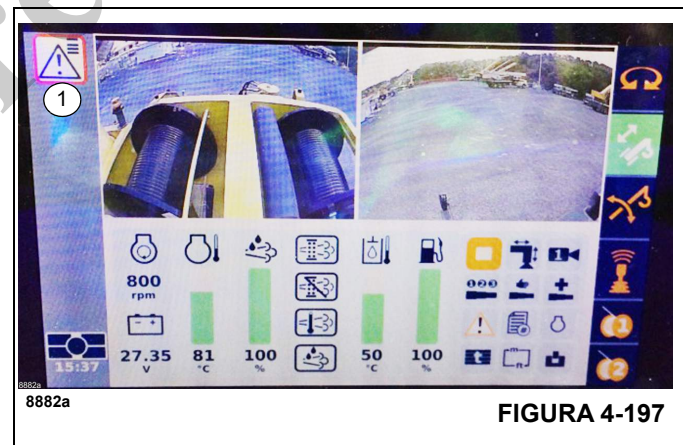

FIGURA 4-197
Cuando el sistema de control de la grúa (CCS) detecta un fallo, la zona de visualización (1), (Figura 4-197), muestra un símbolo de error o advertencia como se indica en el cuadro rojo.